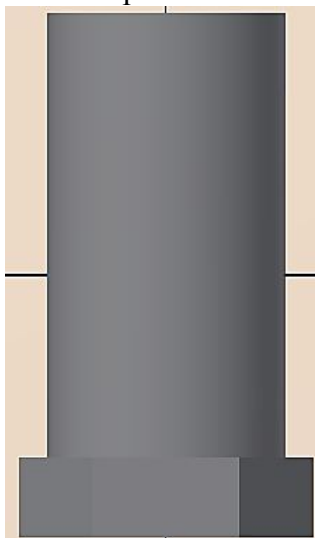

Рис. 1.9.
6. **Постройте фаски на шестиграннике.** Для этого войдите в режим эскиза, выбрав в качестве рабочей плоскости построения плоскость XY (рис. 1.9).